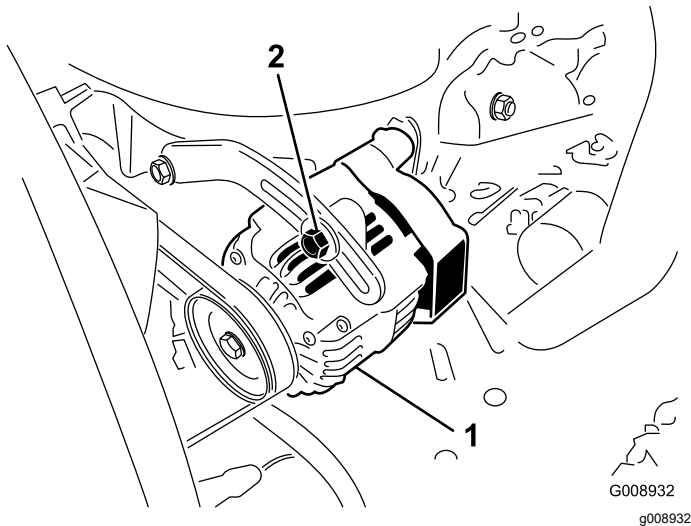

図 46
2. たわみが10 mmでない場合には、オルタネータ取り付けボルトをゆるめる 図 46。